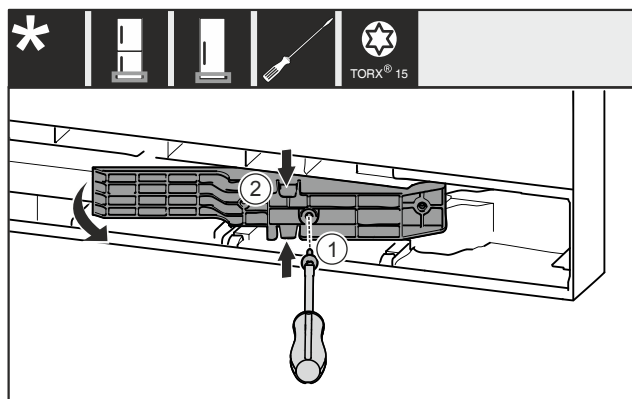

Fig. 18 *
- Rimuovere la vite Fig. 18 (1)*
- Comprimere leggermente l'adattatore Fig. 18 (2) in alto e in basso ed estrarlo.*